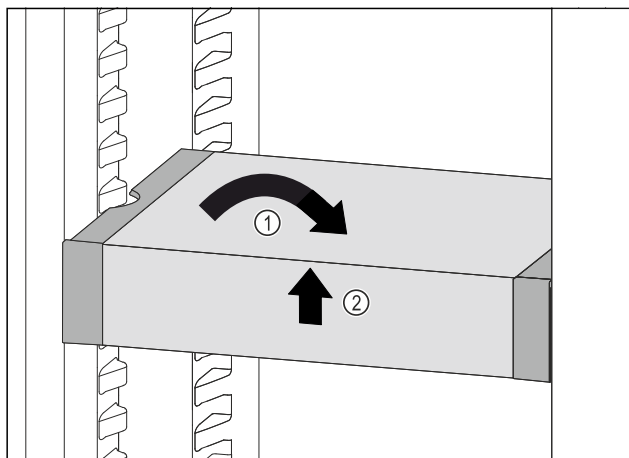

Fig. 144
- Remettre le VarioSafe droit. Fig. 144 (1)
- Soulever la partie avant du VarioSafe. Fig. 144 (2)